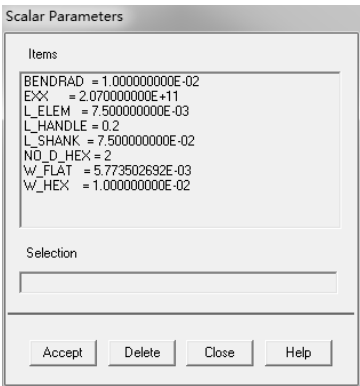

图 6-44 输入所有参数
2) 重复上述步骤输入表 6-1 中的所有参数，如图 6-44 所示。单击“Close”按钮完成。